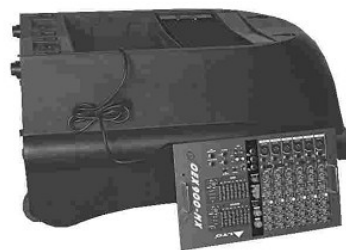

Fig.5
- В зависимости от требований, вы можете оставить микшерный пульт в корпусе системы или извлечь его. Для это доступен 2-х метровый сигнальный кабель, как показано на Рис. 5.